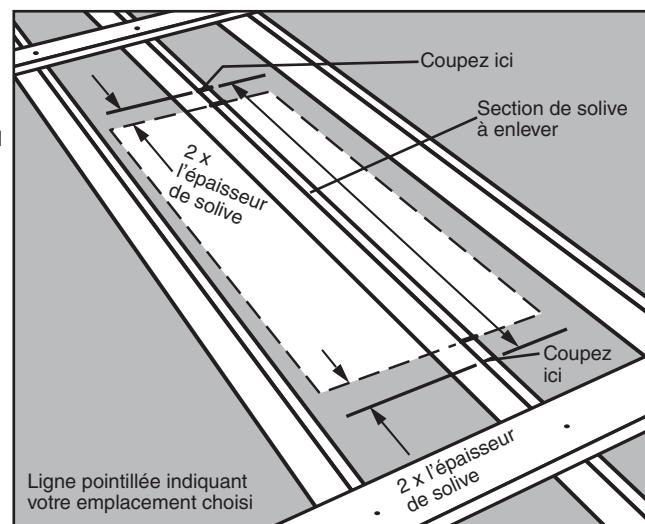
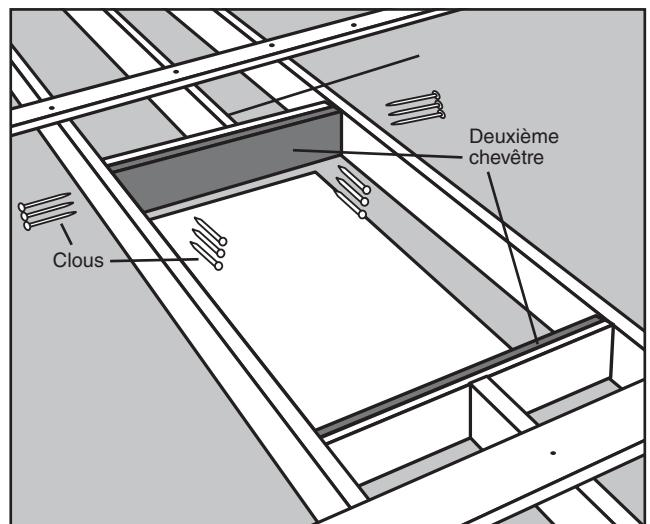

FIGURE 10
FIGURE 16
ÉTAPE 4. Déterminez l'endroit où couper la ou les solive(s). La Figure 10 montre où marquer la/les solive(s) traversant votre emplacement choisi. Notez qu'il faut les marquer de nouveau depuis le bord de votre emplacement, à une distance de deux fois l'épaisseur d'une solive (en général 3 pouces ou 7,6 cm). Cela laisse de la place pour deux chevêtres de la taille d'une solive placés contre chaque extrémité de solive coupée (Voyez la Figure 16 en page 42).
- ÉTAPE 6.** Placez une deuxième rive contre la première et clouez-la dessus avec (3) clous 16d au travers de chaque solive (Voyez la Figure 16).
- ÉTAPE 7.** Plantez (3) clous 16d au travers des solives dans chaque extrémité de la deuxième rive (Voir la Figure 16).